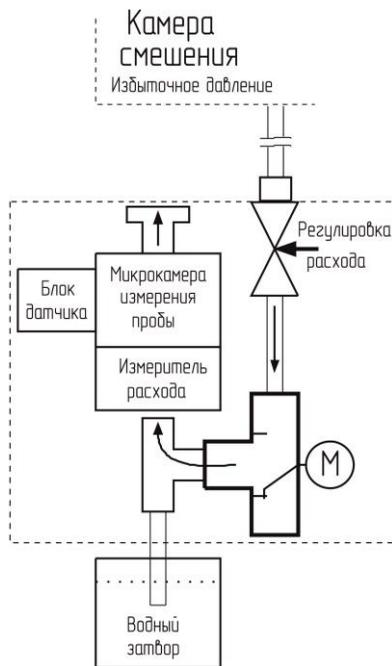

Рисунок 4.5 Тракт подачи пробы при помощи избыточного давления
- (=1) проба подается с помощью внешнего избыточного давления (самотек), подключение тракта подачи по сигналу запуска; схема воздушного тракта изображена на рис. 4.5;
- (=2) проба подается с помощью внешнего избыточного давления (самотек), постоянное подключение тракта подачи; схема воздушного тракта изображена на рис. 4.5;